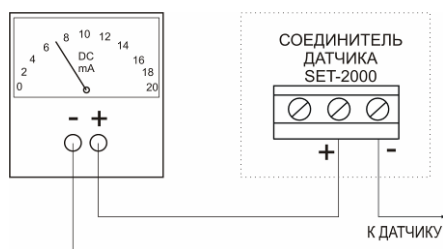

Рис. 5. Измерение напряжения датчика
- 3.3 Подключите миллиамперметр в соответствии с рис. 5 схемы датчика.